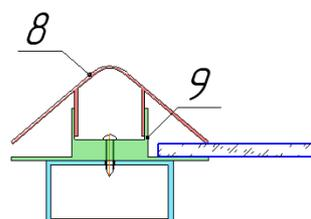

Рис. 13
4.3 Затем стекло устанавливаем на каркас между пластиковым профилем №9 (рис.13).